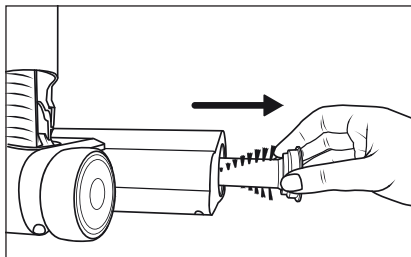

Fig. 27
- 3) Tire del rodillo de cepillos **20** del cepillo para suelos **21** (consulte la fig. 27).